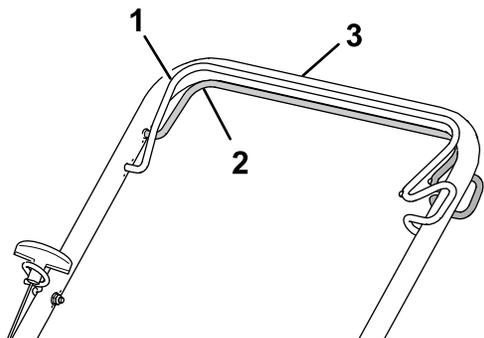

Рисунок 17
- Для включения самоходного привода: прижмите штангу управления самоходным приводом к рукоятке и удерживайте ее в нажатом положении (Рисунок 17).